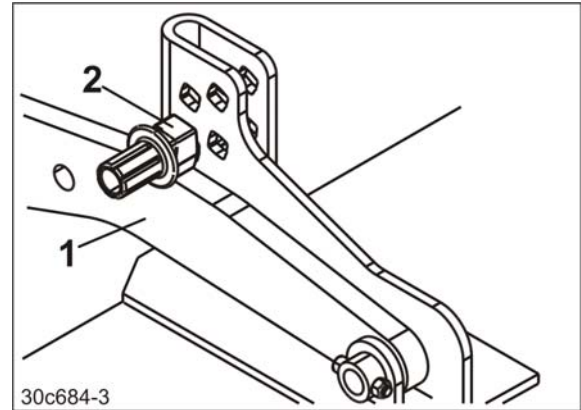
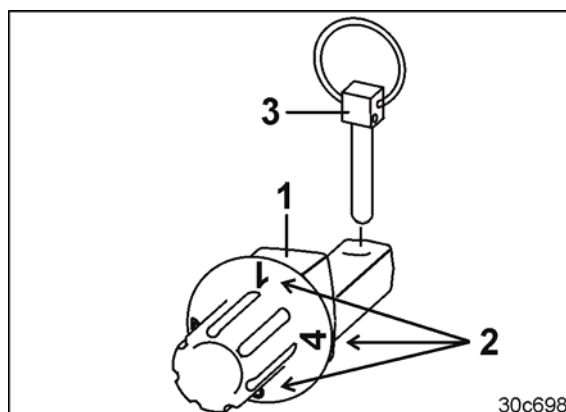

図 113
図 115
1. 耕深制御ピン（図 113/2）がサポートアーム（図 113/1）から離れるところまで、トラクターの油圧システムで機械を上昇させてください。
- ・ サポートアーム（図 113/1）にある数字（図 115/2）が大きくなればなるほど増加します。